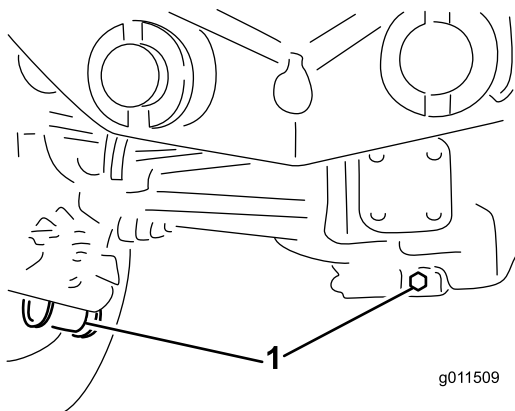

Figura 109
2. Limpie la zona alrededor de los tres tapones de vaciado, uno en cada extremo y uno en el centro (Figura 109).